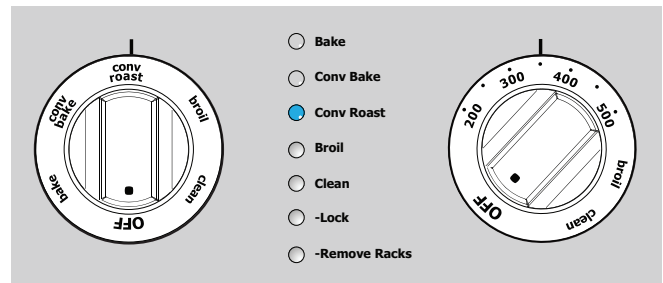

Figure 20 : Sélection rôtir par convection
7. Tourner le bouton du four sur « **Conv Roast** » (rôtir par convection). Le témoin lumineux « Conv Roast » (rôtir par convection) clignote (Figure 20)